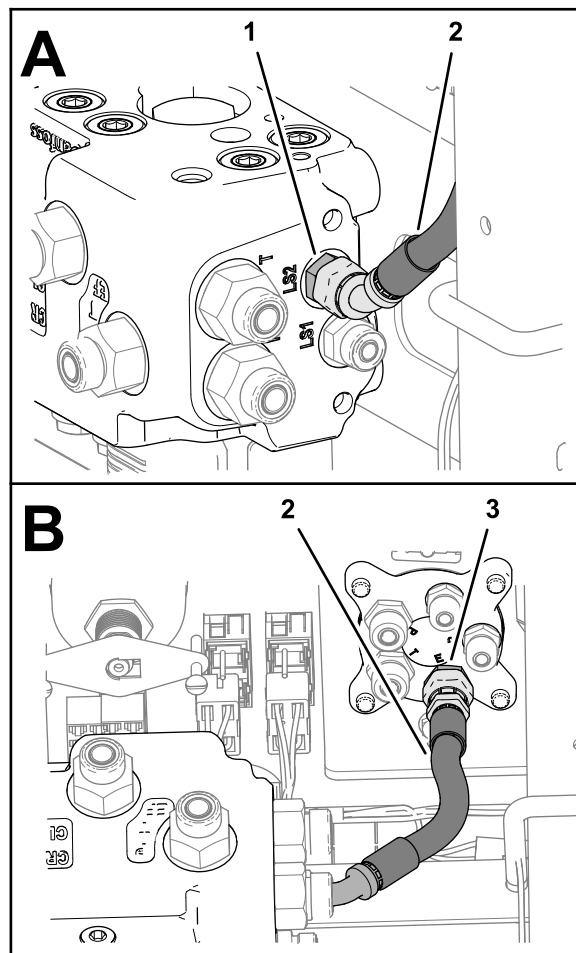

Figure 115
1. Branchez le raccord à 45° du flexible de 6 x 203 mm ($\frac{1}{4}$ x 8 po) au raccord de l'orifice LS2 du distributeur de direction EHI (Figure 115).
2. Branchez le raccord droit du flexible de 6 x 203 mm ($\frac{1}{4}$ x 8 po) au raccord de l'orifice E du distributeur de direction, et serrez les deux raccords (Figure 115).